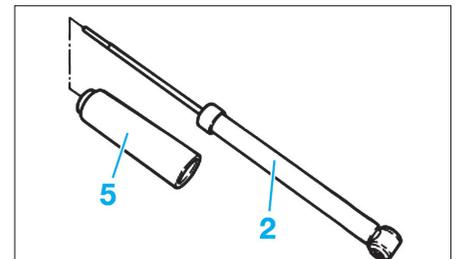

Fig. 26
- la butée de fin de course avec le pare-poussière (5) de l'amortisseur (2) (Fig.26).